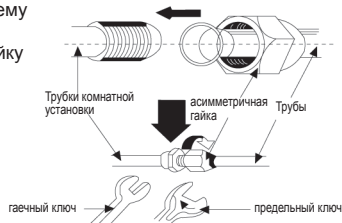

Рис. 9
3. Повесьте с помощью монтажных отверстий комнатную установку за верхние концы задней панели и проверьте прочность крепления (см. Рис. 9).